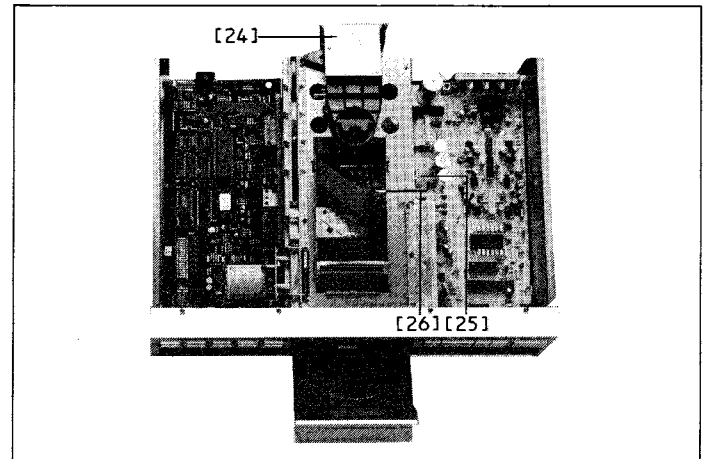
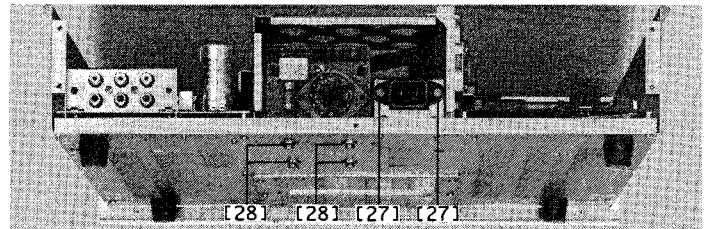
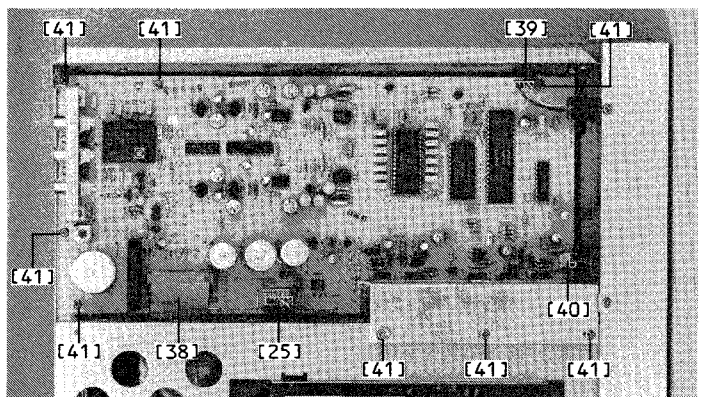
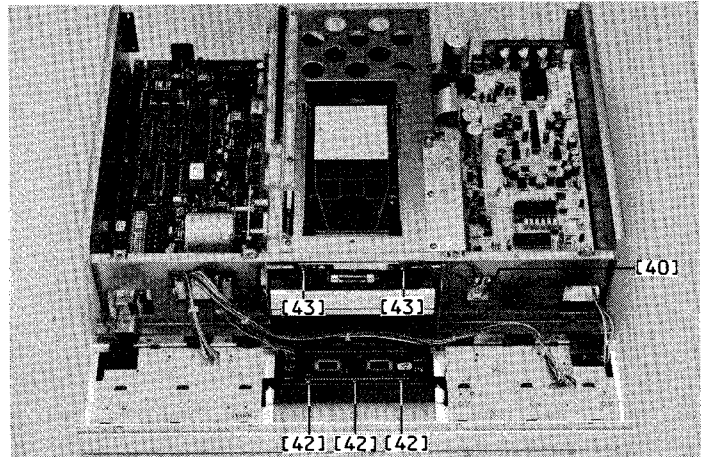

Fig. 2.9
Fig. 2.10
Fig. 2.12
Fig. 2.13
-> Fig. 2.9 / Fig. 2.10
-> Fig. 2.9 / Fig. 2.12
-> Fig. 2.13
-> Fig. 2.12 / Fig. 2.13